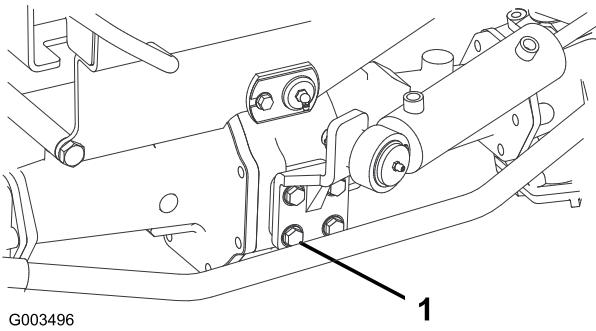

図 54
2. ステアリング・シリンダのボルトのトルクを点検してください（図 54）。ボルトを 6.6～8.2 kg.m にトルク締めする。